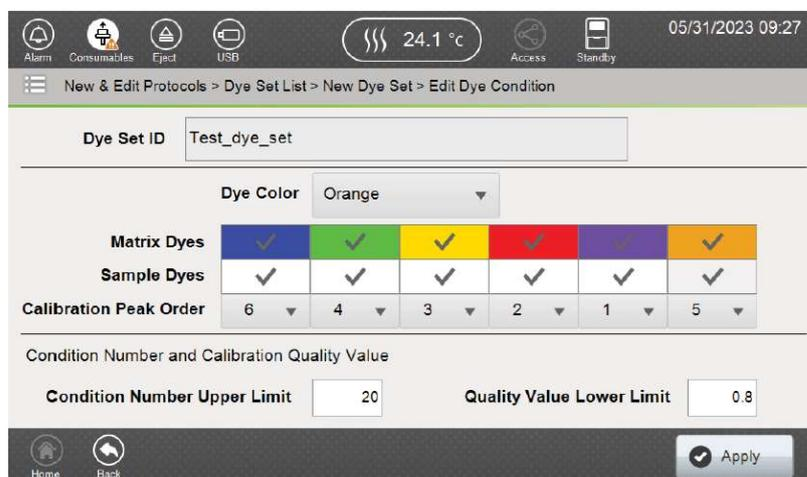

図 148 Edit Dye Condition に Condition Number と Quality Value の入力画面
7. Condition Number と Quality Value の値を入力します。(図 148)